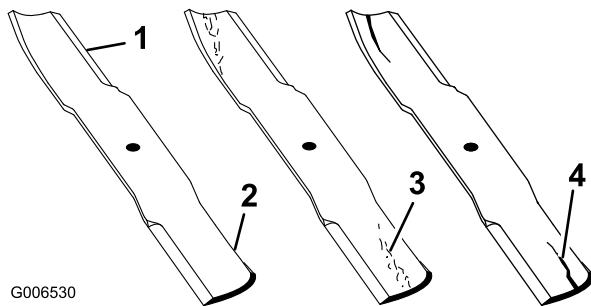

Figure 53
1. Examinez le tranchant des lames (Figure 53). Si les lames ne sont pas tranchantes ou si elles présentent des indentations, déposez-les et aiguisez-les (voir Aiguisage des lames).
2. Inspectez les lames, surtout la partie incurvée (Figure 53). Remplacez immédiatement toute lame usée ou qui présente une fissure ou une entaille (repère 3 de la Figure 53).